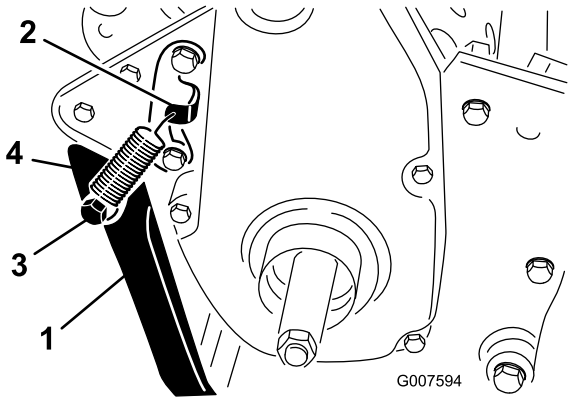

Figura 6
- 2. Enganche el muelle en el taladro del soporte y al anclaje, alineando el caballete con los taladros de montaje del bastidor trasero (Figura 6).
- 3. Sujete el caballete a cada lado del bastidor con un perno, un espaciador, una arandela plana y una contratuerca (Figura 6).